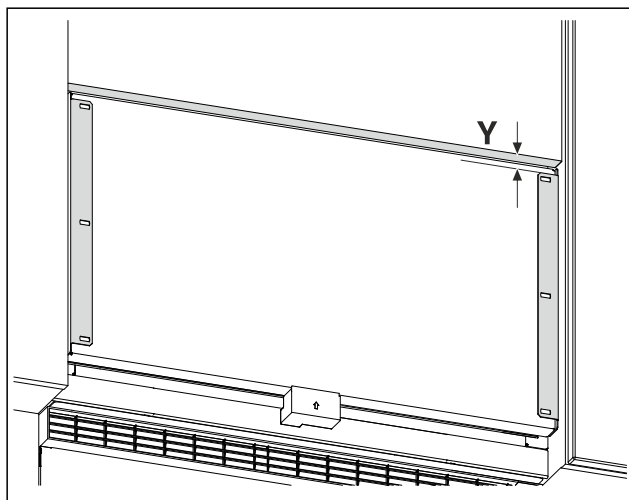

Fig. 25 Beispielhafte Darstellung
- ▶ Abstand Fig. 25 (Y) von Unterkante Möbeltür zum Haltewinkel messen.